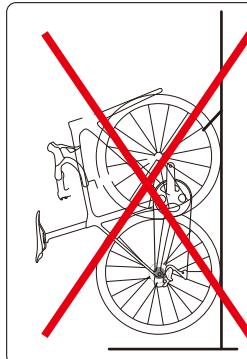

図 12
- ・不適切な保管により、カーボンホイールが損傷する可能性があります。ホイールを吊り下げて保管しないでください(図12)。